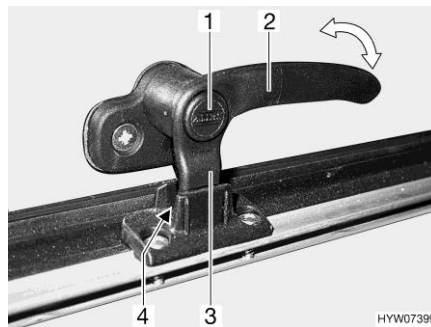
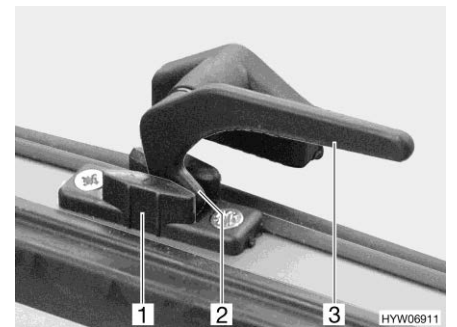

Fig. 98 Levier de verrouillage avec bouton de sécurité en position "Aération permanente"
Fig. 99 Levier de verrouillage en position "Aération permanente"
- En position "Aération permanente" (Fig. 98 et Fig. 99)
- S'il existe, appuyer sur le bouton de sécurité (Fig. 98,1) et le maintenir enfoncé.
- Tourner le levier de verrouillage (Fig. 98,2 ou Fig. 99,3) d'un quart de tour vers le centre de la fenêtre.
- Remettre le levier de verrouillage en position initiale. Le tenon de verrouillage (Fig. 98,3 ou Fig. 99,2) du levier de verrouillage doit pénétrer alors dans le logement prévu à cet effet dans le verrouillage de fenêtre (Fig. 98,4 ou Fig. 99,1).
- Relâcher le bouton de sécurité (Fig. 98,1) s'il y a un.